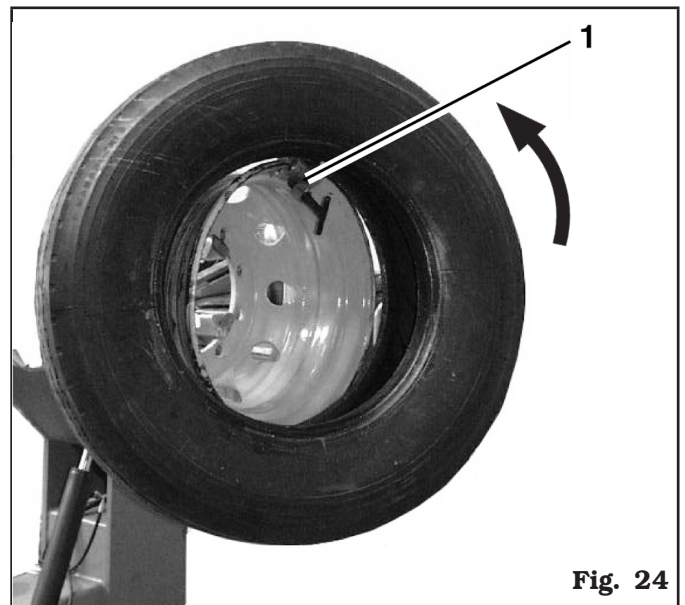

Fig. 24
- Bajar completamente el brazo del mandril de bloqueo. Hacer rodar el neumático sobre la plataforma y engancharlo en la mordaza (**Fig. 24 ref. 1**).
- Levantar el brazo del mandril de bloqueo con el neumático enganchado y girarlo en el sentido contrario a las agujas del reloj de unos 15-20 cm (5.91" - 7.87"); el neumático se colocará en posición oblicua con respecto a la llanta (véase **Fig. 24**).
- Levantar el brazo del mandril de bloqueo con el neumático enganchado y girarlo en el sentido contrario a las agujas del reloj de unos 15-20 cm (5.91” - 7.87”); el neumático se colocará en posición oblicua con respecto a la llanta (véase **Fig. 24**).